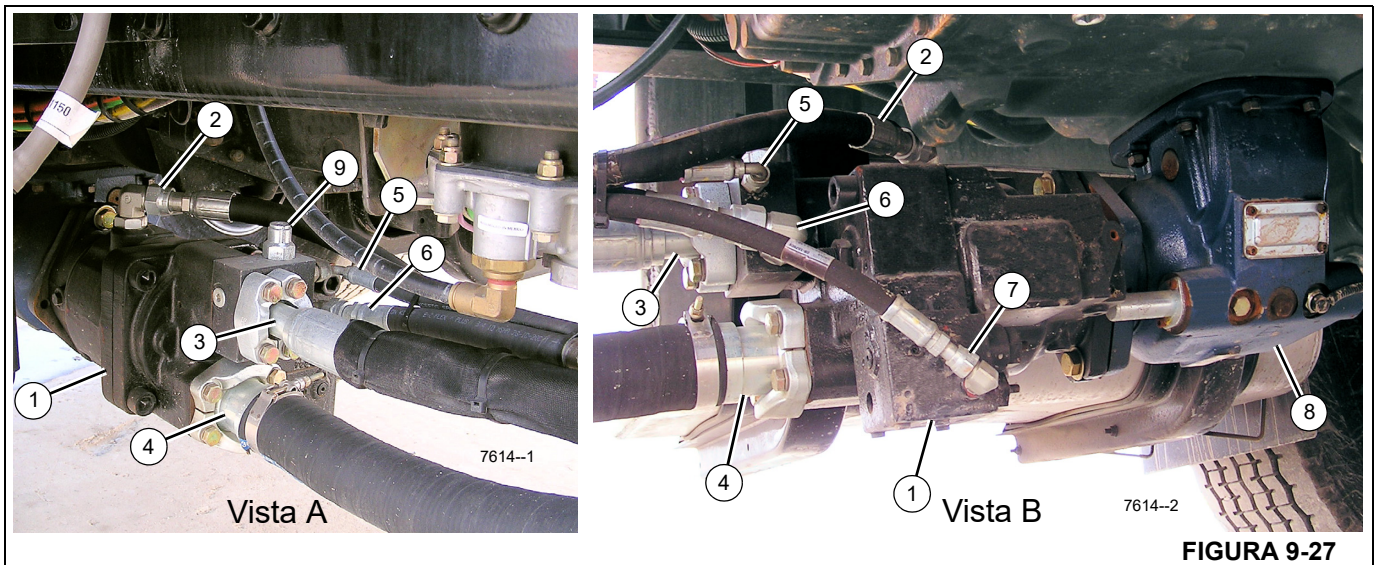

FIGURA 9-27
Vea la Figura 9-27 para los pasos siguientes.
La presión del sistema hidráulico es suministrada por una bomba hidráulica (1, Figura 9-27) que se monta en la toma de fuerza (TDF) (8) del camión.
10. Si se utiliza la configuración que se ilustra en la Figura 9-27, asegúrese de poner la lumbrera de vaciado de la caja (2) en el punto más alto sobre el nivel del suelo.
14. Quite las tapas contra polvo de las lumbreras de entrada y de salida de la bomba hidráulica e instale los adaptadores y líneas hidráulicas, como se ilustra en la Figura 9-27.
NOTA: La Figura 9-27, vista A, muestra el lado izquierdo (conductor) de la instalación de la bomba hidráulica y la vista B muestra el lado derecho (pasajero) de la instalación de la bomba hidráulica.